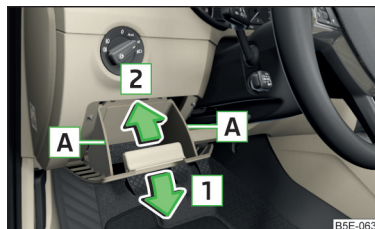

Abb. 352
- Das Ablagefach seitlich im Bereich **A** fassen und durch Ziehen in Pfeilrichtung **1** aufklappen (zum Aufklappen ist ein erhöhter Kraftaufwand notwendig) » Abb. 352.